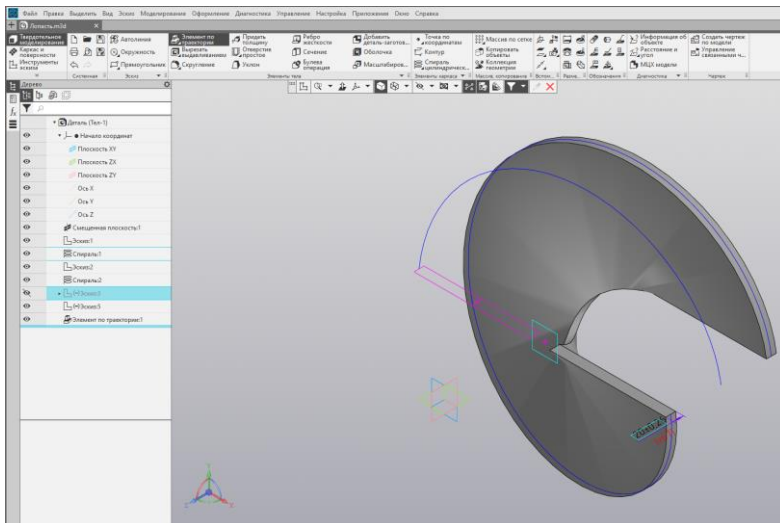

Рис. 50.
3) Нажмите кнопку **Создать объект**  (рис. 50).